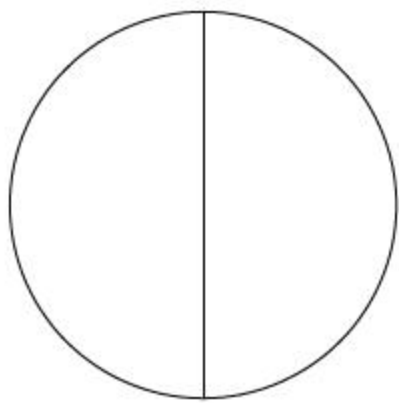

图8-62 绘制垂直线段
- 02 调用L【直线】命令，过圆心绘制垂直线段，结果如图8-62所示。